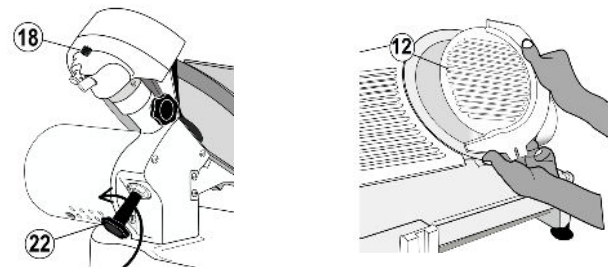

FIG 11. DEENSAMBLE DEL PLATO
Gire la perilla del plato (22) en contra de las manecillas del reloj y retire el plato (12). Puede usar esta perilla para empujar ligeramente el plato. Lave y seque cada una de las partes (Fig 11).